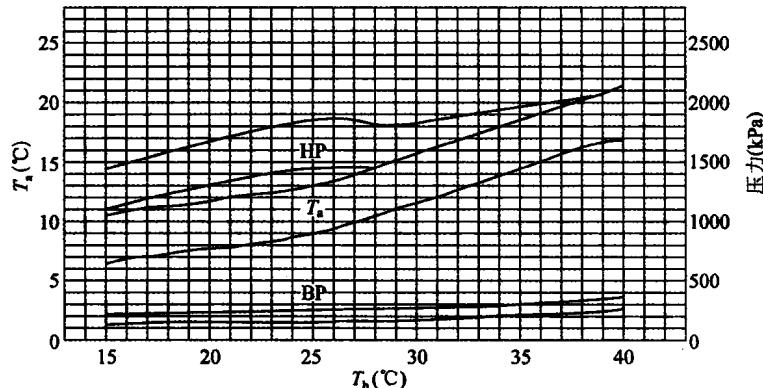

图 1-5 空调制冷温度、压力关系曲线图
用温度计测定中央通风口的温度 (T_a) 和外界的温度 (T_b)，同时，测量压缩机高压侧压力 (HP) 和低压侧压力 (BP)，然后根据图 1-5 判断温度和压力正常与否。如果检测的温度和压力不在图 1-5 所示的正常区，则说明制冷系统有故障存在，应予以检修。